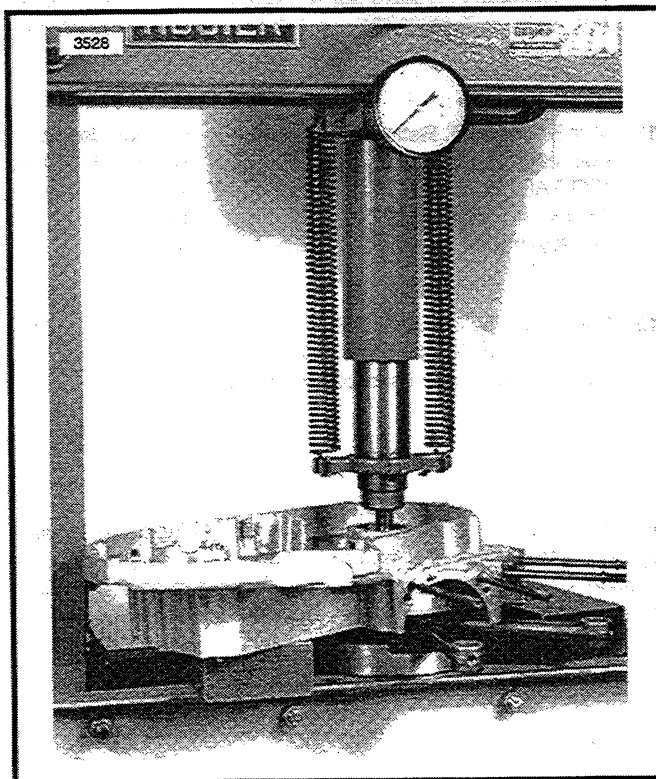

Figure 3-64. Pressage de l'embliage hors du demi-carter moteur
9. Voir Figure 3-64. Montez le demi-carter gauche et l'embliage sur la presse, le carter reposant sur des barres parallèles. Pressez sur la queue de vilebrequin côté transmission avec la presse jusqu'à ce que l'embliage soit libéré du demi-carter. Ne sortez pas l'embliage du demi-carter ; vous pourriez le cogner et le désaligner.